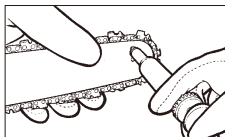

Fig. 20
3. Med smørepistolen (valgfrøtt), sett spissen inn i smøringshullet og klem inn smøring til det vises på ytre kant av spissen på tannhjulet (Fig. 20).